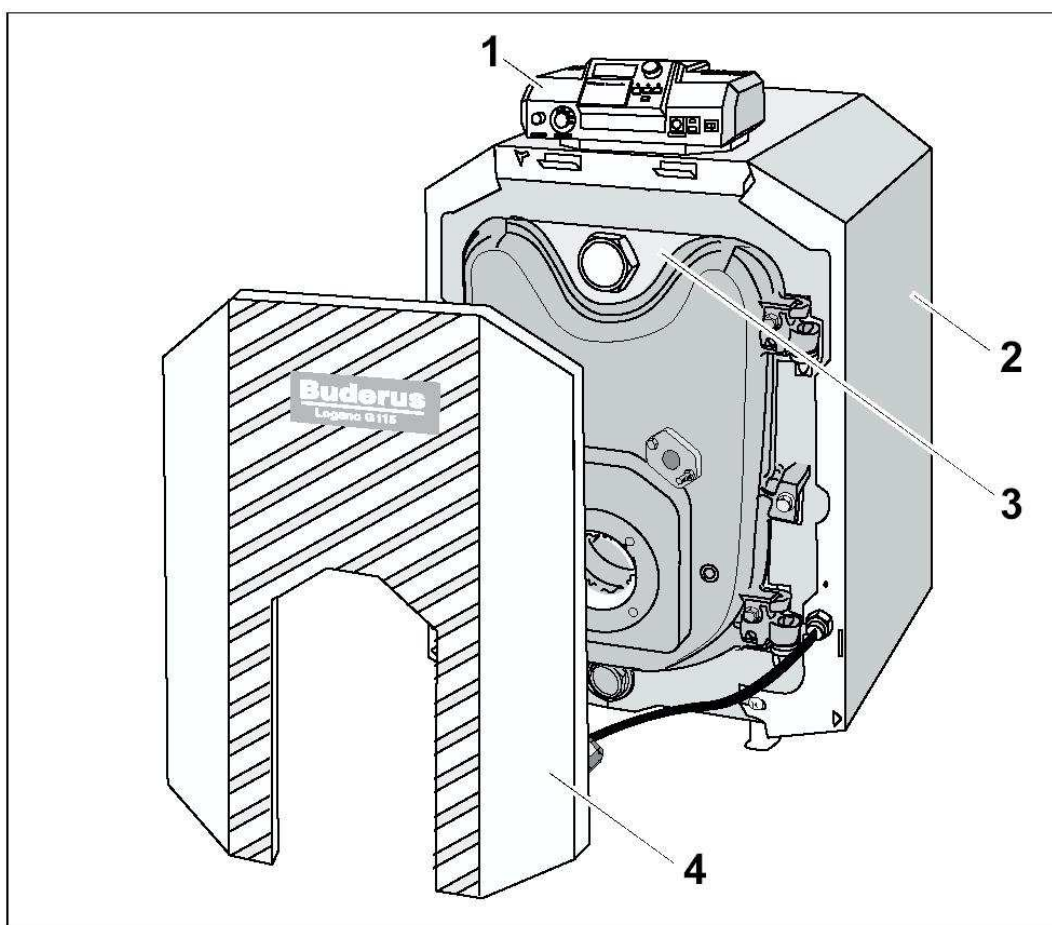

Рис. 1. Специальный отопительный котел Logano G115 WS на дизельном и газовом топливе.
- Блок котла с теплоизоляцией (рис. 1, поз. 3)
- Обшивка котла (рис. 1, поз. 2) и обшивка дверцы горелки (рис. 1, поз. 4)
- Система управления (рис. 1, поз. 1)